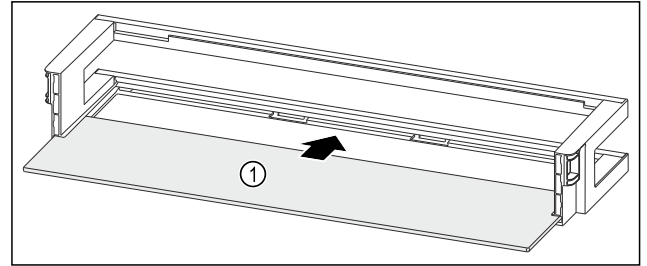

Fig. 90 Odkladací priestor vo dverách s odkladacou plochou
- ▶ Zasuňte odkladaciu plochu Fig. 90 (1) do bočných vybrání.